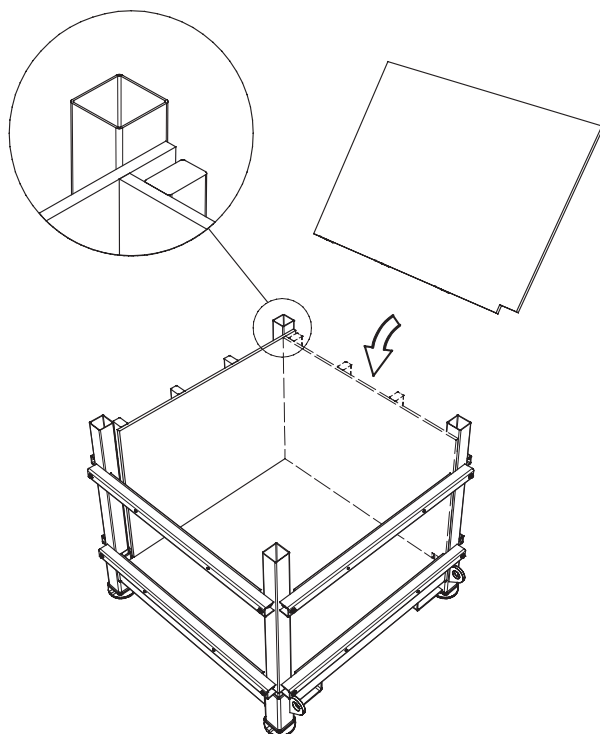

Figura 20. Posizionamento delle unità tavole laterali.
- 4.3. Posizionare le quattro unità del gruppo di tavole laterali in cemento spaziate ugualmente una dopo l'altra sulla tavola inferiore ubicata nella base, con l'intaccatura rivolta verso il basso e le nervature di legno rivolte verso i supporti per cassaforma, vedere Figura 20. Accertarsi di posizionare tutte le unità sovrapposte in modo che tutte le unità tavole laterali abbiano lo stesso supporto quando sono rivolte contro i supporti per cassaforma.